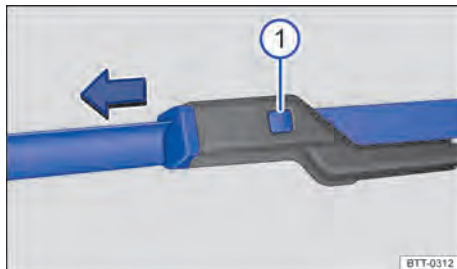

Fig. 147 Sustituir las escobillas limpiaparabrisas.
Comprobar regularmente la condición de las escobillas de los limpiacristales. Cambie las **escobillas de los limpiacristales** cuando estén deterioradas o límpielas si están sucias → fig. 147.
– Con una esponja húmeda, limpiar con cuidado las escobillas limpiaparabrisas → fig. 147.
– Mantener la tecla de desbloqueo → fig. 147 ① pulsada y, al mismo tiempo, retire la escobilla limpiaparabrisas en el sentido de la flecha.